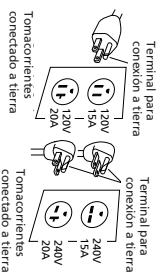

Figura 5
1. Este producto está diseñado para circuitos de 120 voltios y tiene un enchufe para conectarlo a tierra similar al de la Figura 5. Cerciórese de conectarlo a un tomacorriente adecuado para el enchufe suministrado. Este producto se debe conectar a tierra. Al conectarlo a tierra reduce el riesgo de choque eléctrico ya que, si ocurre un cortocircuito, la conexión a tierra le ofrece un desvío a la corriente eléctrica. Este producto tiene un cordón eléctrico con un cable y terminal para conexión a tierra, se debe utilizar con un cordón eléctrico o cable que tenga conexión a tierra (Vea la Figura 5). Conéctelo a un tomacorriente que esté instalado adecuadamente y conectado a tierra según los códigos y ordenanzas locales.
1. Si no está familiarizado con el enchufe del cordón eléctrico o si éste no puede conectarse al tomacorriente disponible, la Figura 5 le ayudará a determinar el motivo, indicándole los diferentes tipos de enchufes y los voltajes para los que están diseñados.